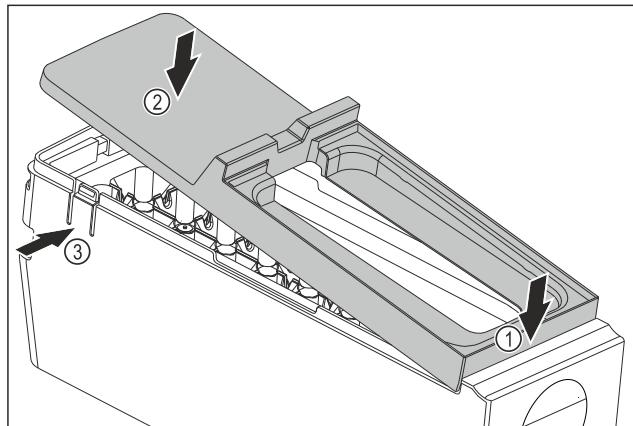

Fig. 79
- Встановіть кришку корпусу EasyTwist-Ice: Прикріпіть кришку спереду. Fig. 79 (1)
- Опустіть кришку ззаду. Fig. 79 (2)
- Кришка зі звуком фіксується в обох виступах Fig. 79 (3).